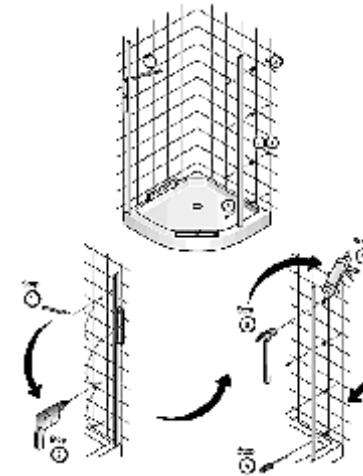

ABB.1.
2. Stellen Sie die Wandanbauprofile (Nr. 1) so auf, dass der Abstand von der Ecke bis zur Mitte der Montageöffnungen 890 mm (für das Modell Sence 80 entsprechend 790 mm) ist. Die Stoßstelle zwischen dem Profil und der Wand ist mit Silikon abzudichten (das Silikonichtungsmittel muss pH-neutral, farblos und schimmelbeständig sein) (Abb. 1).